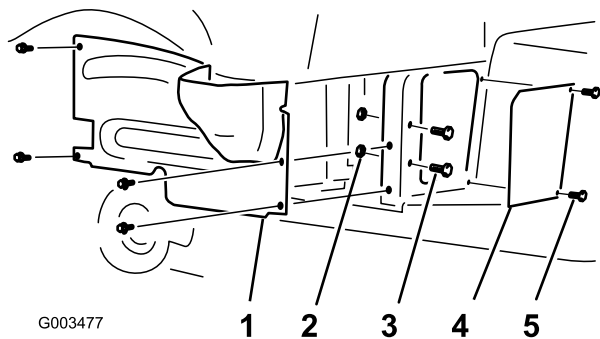

図 1
2. 右側ホイール・シュラウドをフレームに固定している 4 本のフランジ・ヘッド・ネジを外す (図 1)。シュラウドを取り外して保管する。
- スクリーン・パネルをフレームに固定しているネジ2本とボルト2本を外す (図 1)。スクリーン・パネルを取り外して保管する。